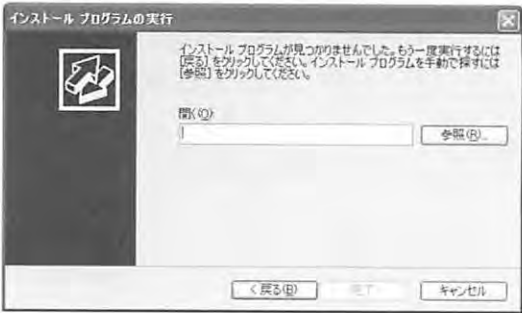

図1-3
- (3) **次へ** をクリックします。図1-3のような画面が表示されます。